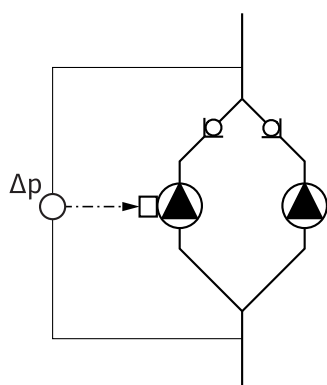

Fig. 18: Exempel, anslutning differensstrycksgivare
- I exemplet i Fig. 18 är masterpumpen den vänstra pumpen i flödesriktningen. På den pumpen ansluts differensstrycksgivaren.
- Mätpunkterna på masterpumpens differensstrycksgivare måste ligga i samlingsröret på sug- och trycksidan på tvillingpumpenläggningen (Fig. 18).